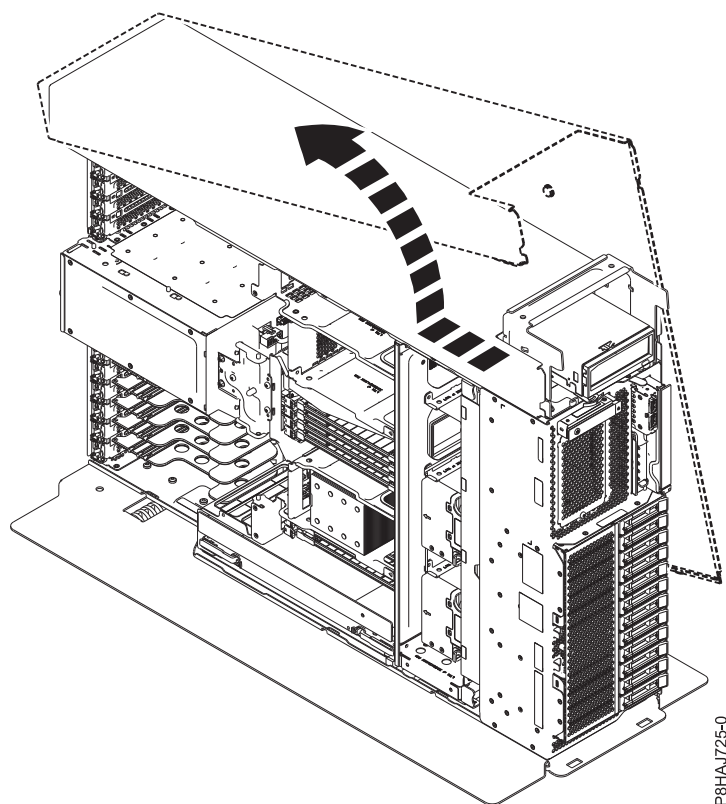

Figure 15. Retrait du capot latéral du système 8286-41A
5. Séparez le capot latéral du système en le faisant coulisser dans la direction indiquée figure 15.